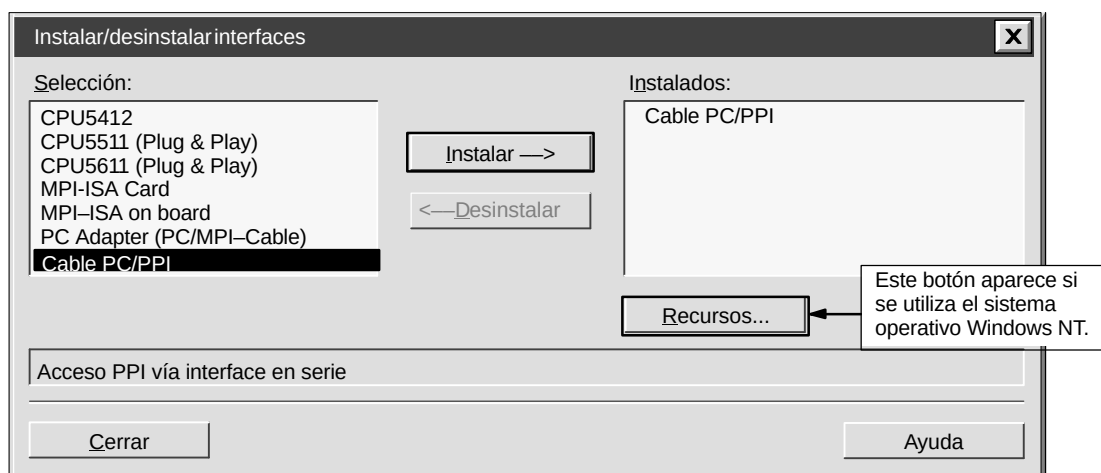

Figura 7-5 Cuadro de diálogo "Instalar/desinstalar interfaces"
Los componentes de hardware de comunicación se pueden instalar o desinstalar en el cuadro de diálogo "Instalar/desinstalar interfaces" que muestra la figura 7-5. En el lado izquierdo del cuadro de diálogo figura una lista de los componentes que no se han instalado todavía. En el lado derecho se visualiza una lista de los componentes instalados actualmente. En caso de utilizar el sistema operativo Windows NT 4.0, el botón "Recursos" se visualizará debajo de ésta última lista.
1. En el cuadro de diálogo "Ajustar interface PG/PC" (v. fig. 7-4), haga clic en el botón "Instalar..." para acceder al cuadro de diálogo "Instalar/desinstalar interfaces" que muestra la figura 7-5.